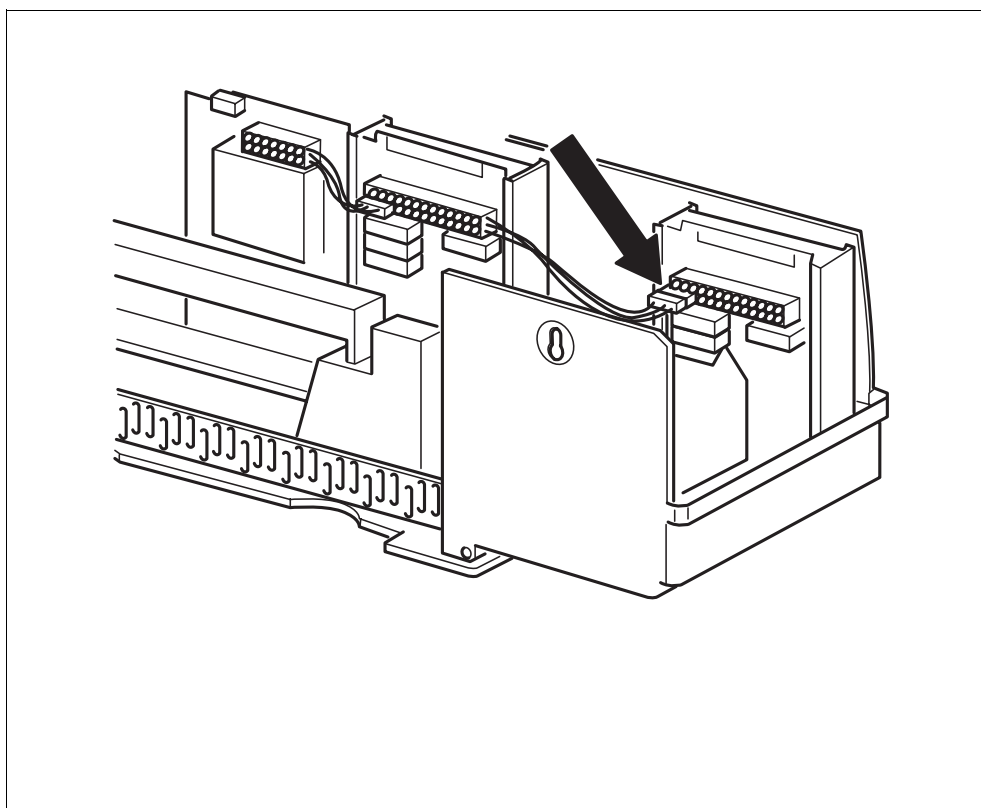

Рис. 20 Подводка напряжения 230 В
- Вставить соединительный штекер (230 В) модуля в предусмотренный для него разъем (для подключения модуля в разъем 1, см. стрелку на рис. (Рис. 20)).